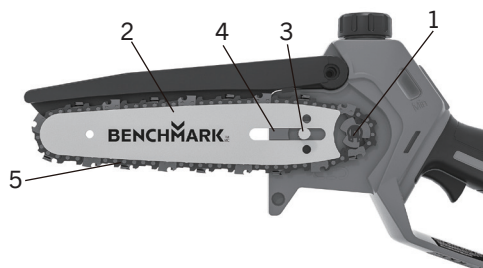

FIG. 6
4. Faites glisser la chaîne de la scie (5) sur les rainures du guide-chaîne (2) (Fig.6).
5. Pour monter la barre de guidage, élevez-la à un angle d'environ 45 degrés. Placez les dents de la chaîne de la scie autour du pignon (1) et montez la barre de guidage (2) de manière à ce que la cheville (3) de l'outil s'insère dans le trou (4) de la barre de guidage (Fig.6).